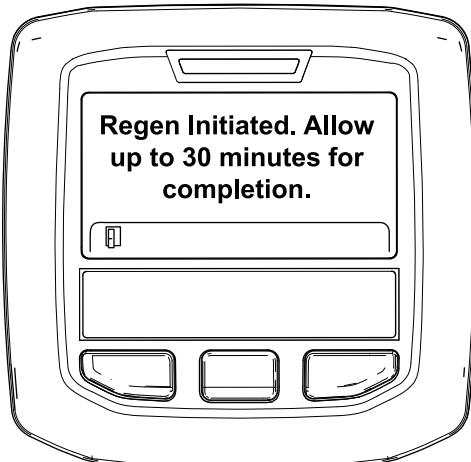

Bild 44
- Wenn die Regenerierung zugelassen wird, wird die Meldung „Regen. Initiated. Allow up to 30 minutes for completion“ im InfoCenter angezeigt. Warten Sie, bis die Maschine die geparkte Regenerierung abgeschlossen hat (Bild 44).